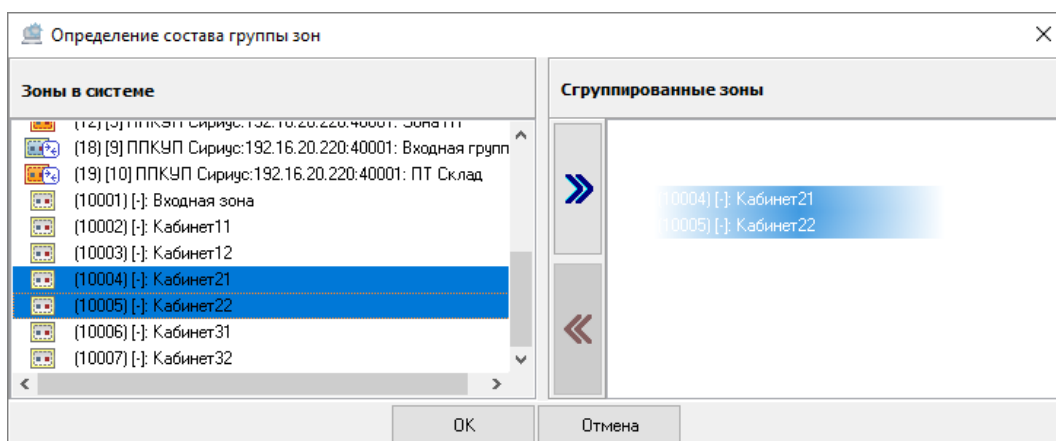

Рисунок 6-355 Привязка системных зон к системной группе зон перетаскиванием
- выделите одну или несколько зон в поле «Зоны в системе» (для выделения сразу нескольких системных зон нажмите на клавиатуре и удерживайте клавишу <Shift> для выбора диапазона или клавишу <Ctrl> для комбинированного выбора) и, удерживая нажатой левую клавишу мыши, перетащите выделенные системные зоны в поле «Сгруппированные зоны» (см. Рисунок 6-355).